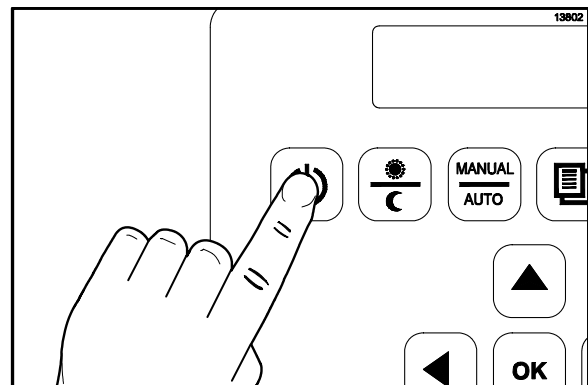

Abbildung 23
2. Zum Aufheizen des Grills die Taste  3 bis 5 Sekunden lang drücken. Auf dem Steuerungsdisplay erscheinen die Worte „AM TOO COOL“ (Erste Tageshälfte; zu kalt) und „AM FOLDED EGGS - FLAT“ (Erste Tageshälfte; Omelette flach). (Siehe Abbildung 23.)